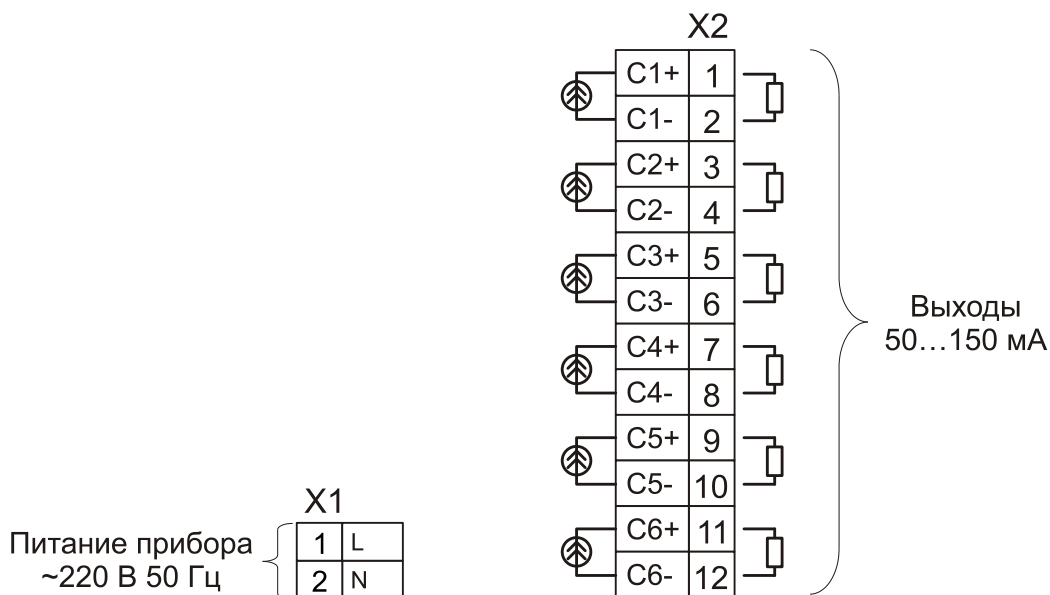

Рис. 3
5.2.1 Подключение прибора должно осуществляться при отключенной сети. Электрические соединения осуществляются с помощью винтовых клеммных соединителей X1 и X2, расположенных на задней панели прибора. Клеммы рассчитаны на подключение проводников с сечением не более $2,5 \text{ мм}^2$. Схема подключения прибора приведена на Рис. 3.